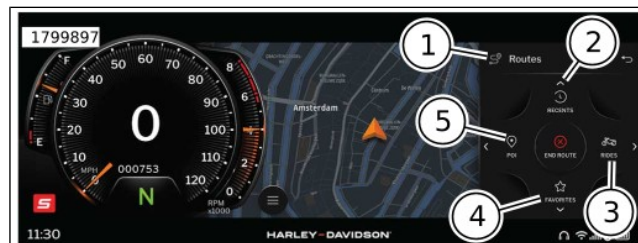

Abbildung 74. Zielloptionen
3. Siehe Abbildung 74. Das Textfeld (1), die Suche (2) oder die Sonderzielvorschläge (3) verwenden, um ein Ziel auszuwählen.